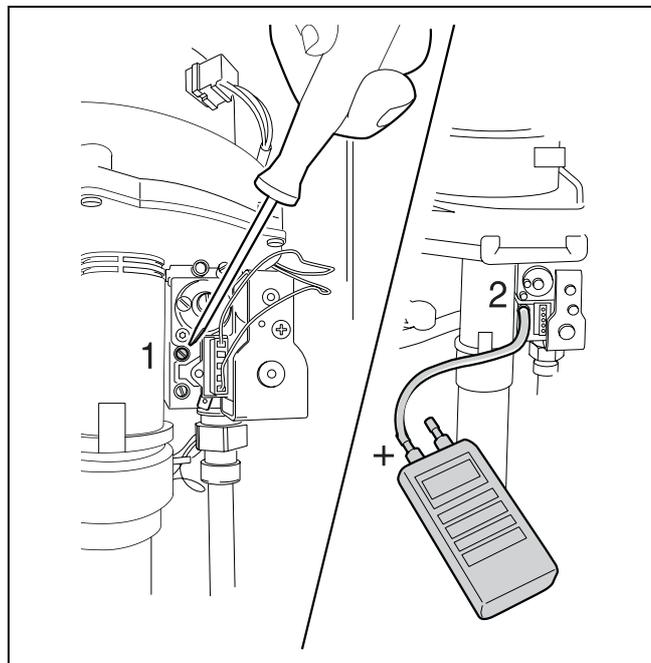

Abb. 29 Messen und Einstellen des Gas-Luft-Verhältnisses
- Schraube im oberen Messnippel (Brennerdruck-Messnippel) zwei Umdrehungen lösen (Abb. 29, Pos. 1).
- Mit "+" gekennzeichneten Anschluss am Messgerät über einen Schlauch mit dem Brennerdruckmessnippel verbinden (Abb. 29, Pos. 2).